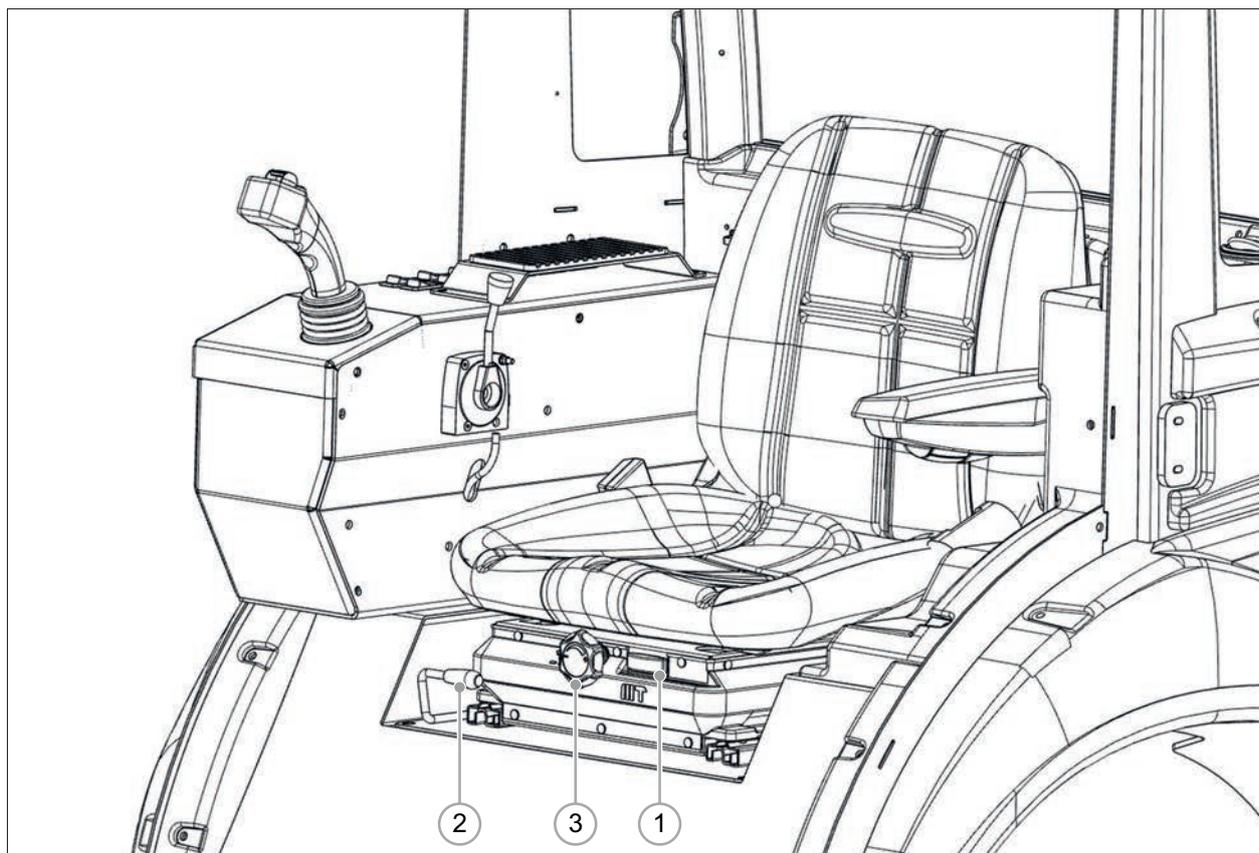

РИС. 19
- 2) Потяните и удерживайте рычаг (РИС. 19 – Сс. 2), расположенный под сиденьем с правой стороны.
- 2) Поворачивайте ручку (РИС. 19 -Сс. 3), расположенную в центре под сиденьем, пока индикатор (РИС. 19 – Сс. 1) не окажется в зеленой зоне.